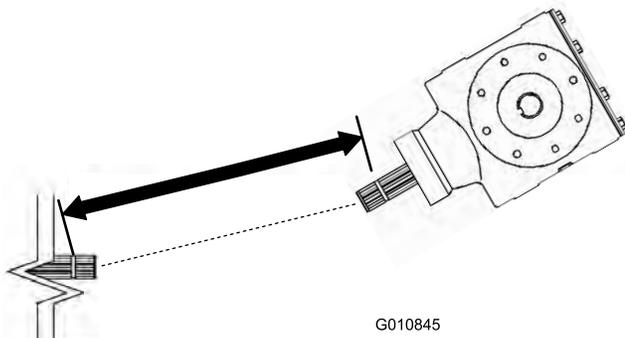
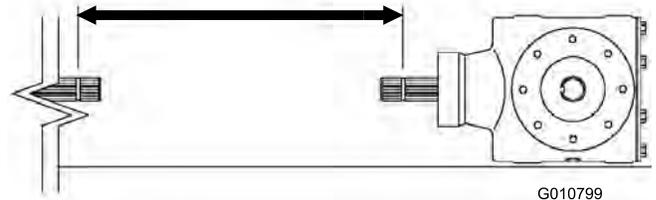
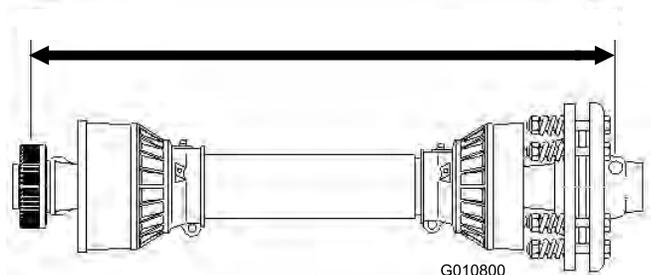

Bild 10
Bild 12
Bild 13
3. Messen Sie den Abstand zwischen der Entspannung am Ende der Zapfwelle des Traktors und der Entspannung an der Zapfwelle des Aerifizierergetriebes (Bild 10). Notieren Sie diesen Wert. Beispiel: 67 cm
5. Messen Sie den Abstand zwischen der Entspannung am Ende der Zapfwelle des Traktors und der Entspannung an der Zapfwelle des Aerifizierergetriebes (Bild 12). Notieren Sie diesen Wert. Beispiel: 70 cm
6. Messen Sie den Abstand an der Zapfwelle zwischen der Mitte der Arretierbolzenkugel an einem Ende und der Mitte des Arretierbolzenkopfes am anderen Ende (Bild 13). Notieren Sie diesen Wert. Beispiel: 81 cm
7. Verwenden Sie den kleineren der Werte, die Sie in Bild 12 und Bild 10 erhalten haben und subtrahieren Sie den Wert vom Wert, den Sie in Bild 13 erhalten haben. Beispiel: 81 cm minus 67 cm ist gleich 14 cm.